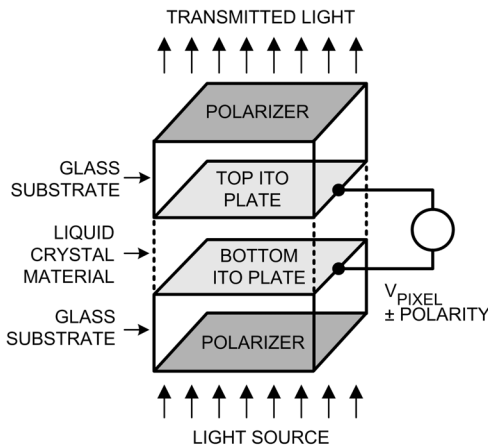

FIGURE 1. Individual LCD Pixel
オペアンプ・アプリケーションの理解を深めるために、TFT ディスプレイの動作原理について最初に触れておきます。Figure 1 は LCD パネルを簡略化した図です。各ピクセルのトップ・プレートとボトム・プレートは、光学的には透明で電気的には導電性を持つインジウム=スズ酸化物 (ITO) で構成されています。ITO 膜は TFT ディスプレイの前面および背面となる 2 枚のガラス基板の内側に形成されています。2 枚の ITO プレートの間には、プレート間に印加された電圧 (V_{PIXEL}) の大きさによって光の偏光量を変化させる絶縁物質 (液晶) が挟まれています。2 枚のガラス基板の外側には偏光板が置かれ、液晶との組合せによって、ディスプレイの背面から前面に向けて照射される光の量を調整するフィルタを構成します。ピクセルのボトム・プレートは光源が配置されるディスプレイの裏側に位置し、トップ・プレートはユーザ側となる前面に位置します。TFT ディスプレイで一般的なツイステッド・ネマチック (TN) 液晶を使用したディスプレイでは、ピクセルに印加される V_{PIXEL} が $\pm 0.5V$ 未満のときに透明となり多くの光量を背面から前面に伝え、 V_{PIXEL} が正か負のいずれかに高くなるにつれて不透明になっていきます。要するに、LCD ピクセルはコンデンサのような形態をしており、 V_{PIXEL} の変化によって光量の透過を制御します。